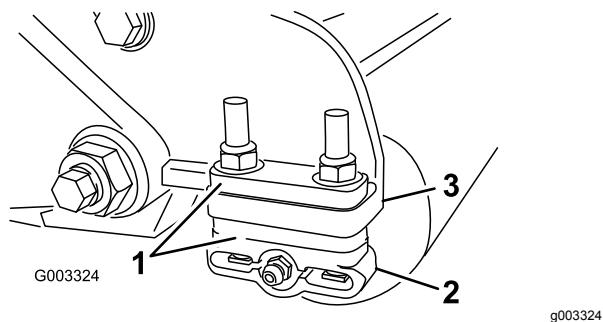

図 11
1. 後ローラのブラケット図 11 の位置を調整する調整は、希望刈高範囲に対応する数のスペーサをサイドプレートの取り付けフランジ図 11 の下に入れることで行う 刈高表 (ページ 11) で数を確認する。